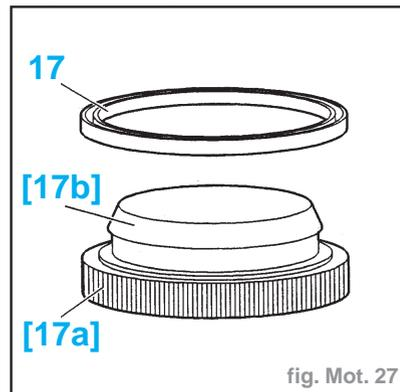

fig. Mot. 27
- Placer l'outil [17b] sur l'outil [17a] (tampon réf. 0189G2 et G1) (fig. Mot. 27).
- Monter la bague d'étanchéité (17) neuve à l'aide de l'outil [17a].